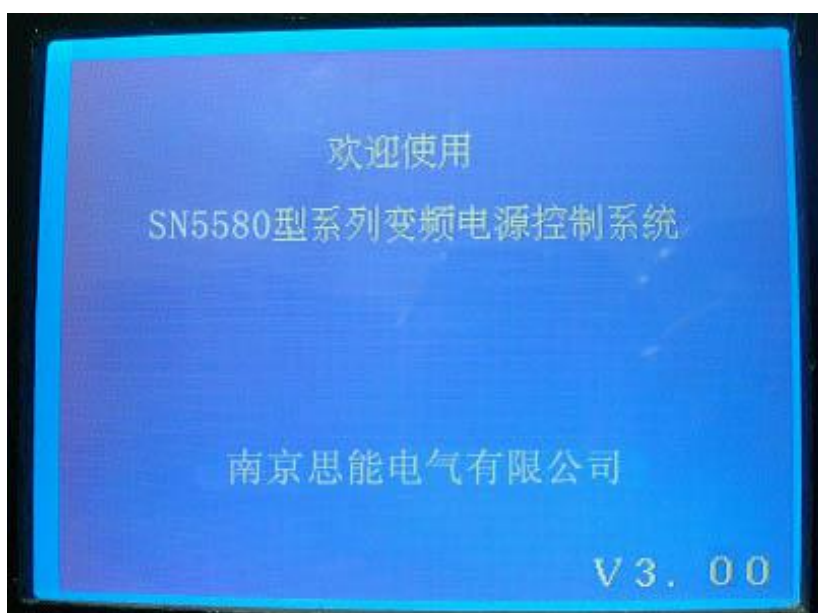

图 3 SN5580 型变频电源装置欢迎界面
“桥式功放电路”的输出端（OUT1、OUT2）同中间升压变压器的低压端相连，中间升压变压器的高压端同试验回路相连（图3）。在试验回路与中间升压变压器中不会造成开路状况，且始终存在一个能量释放通道。由此可见，无论变频电源内部故障或外部电源突然停电，被试变压器或谐振回路并没有切断，与一般试验变压器完全不同，不存在电流强制过零，本装置不会产生过电压。
- 需要设置计时功能时，可以预先设置好时间，该功能为倒计时。在控制箱进入工作状态时，按动“计时设置”，在图 3 中的最下方处显示计时设置状态。“计时设置”按钮用于切换设置的位数，此时“计时启动”用于在该数字位上增加一位，此过程可以循环操作。当设置好最后一位数字时，按动“计时设置”（或者停留五秒钟，不按动任何按钮）进入时间显示阶段。